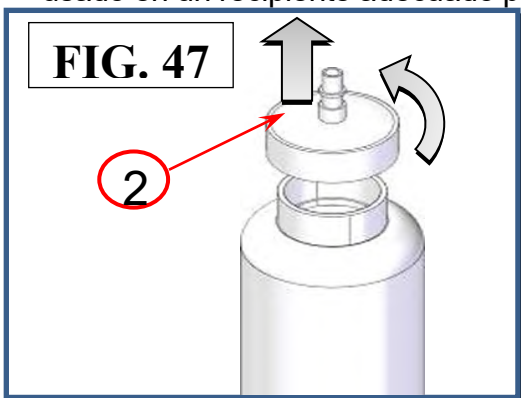
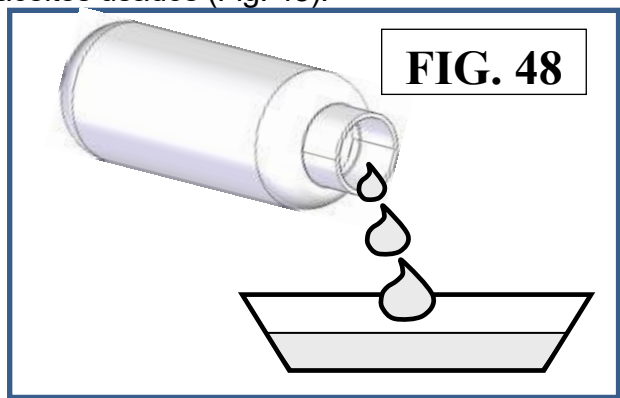

FIG. 47
FIG. 48
3. Desenrosque el tapón (ref 2, Fig. 47) mientras sujeta el contenedor; vacíe el aceite usado en un recipiente adecuado para aceites usados (Fig. 48).